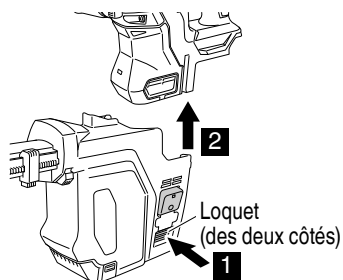

Fig. 4
- (2) Dépose du système extracteur de poussière (Fig. 4)